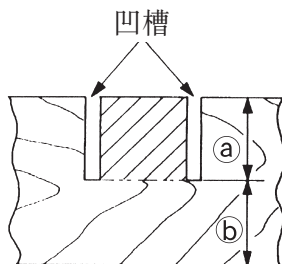

图 24
- (1) 降低电动头, 然后用手转动 6 mm 深度调节螺栓 (6 mm 深度调节螺栓头接触回转支架)。
- (2) 通过设定锯片与回转台表面之间的距离调节至想要的刻入深度 (图 24)。